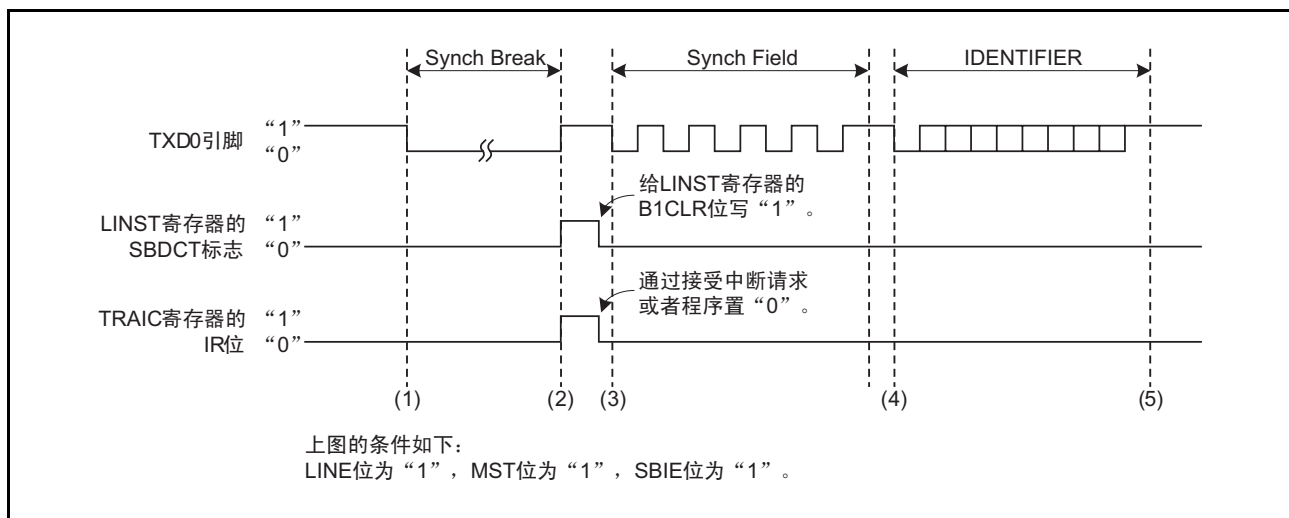
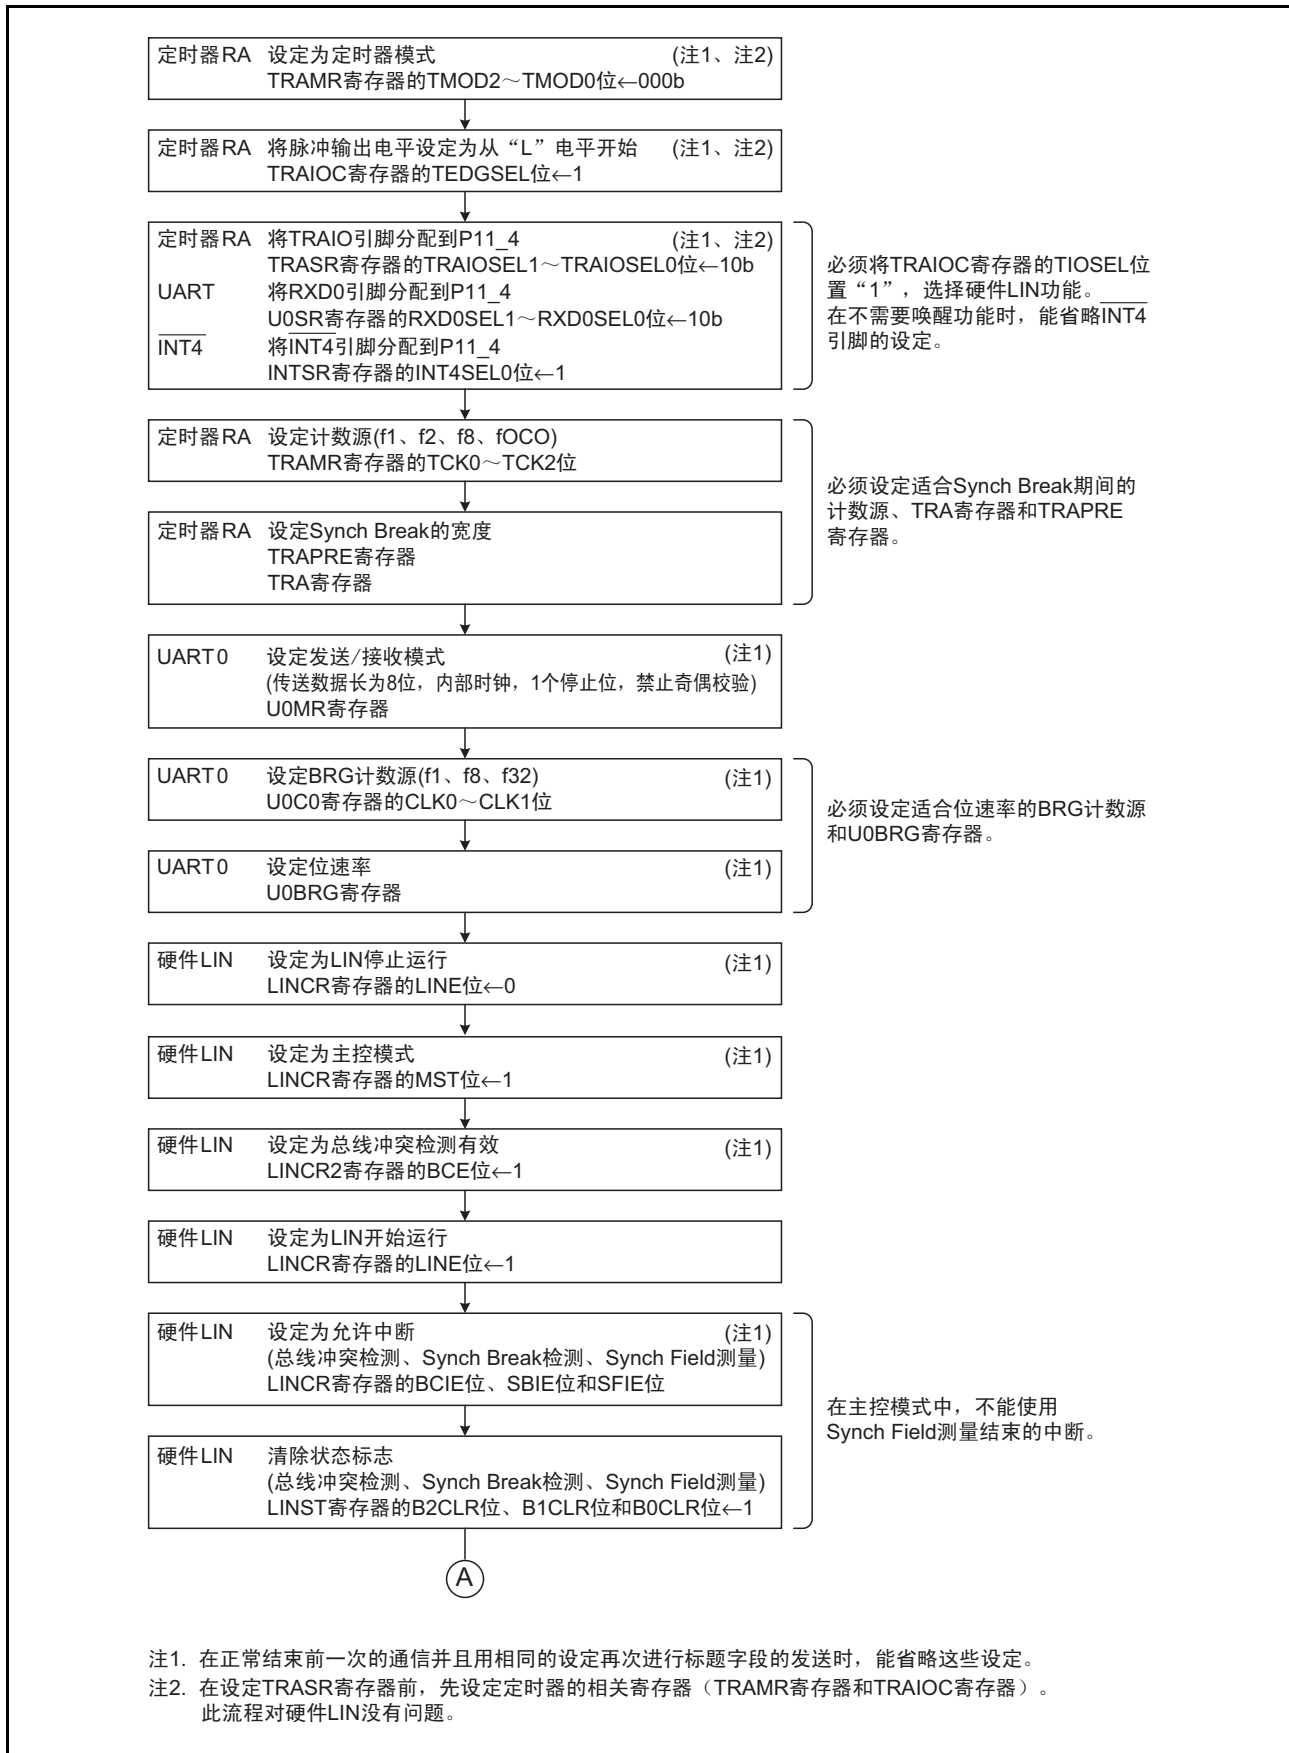
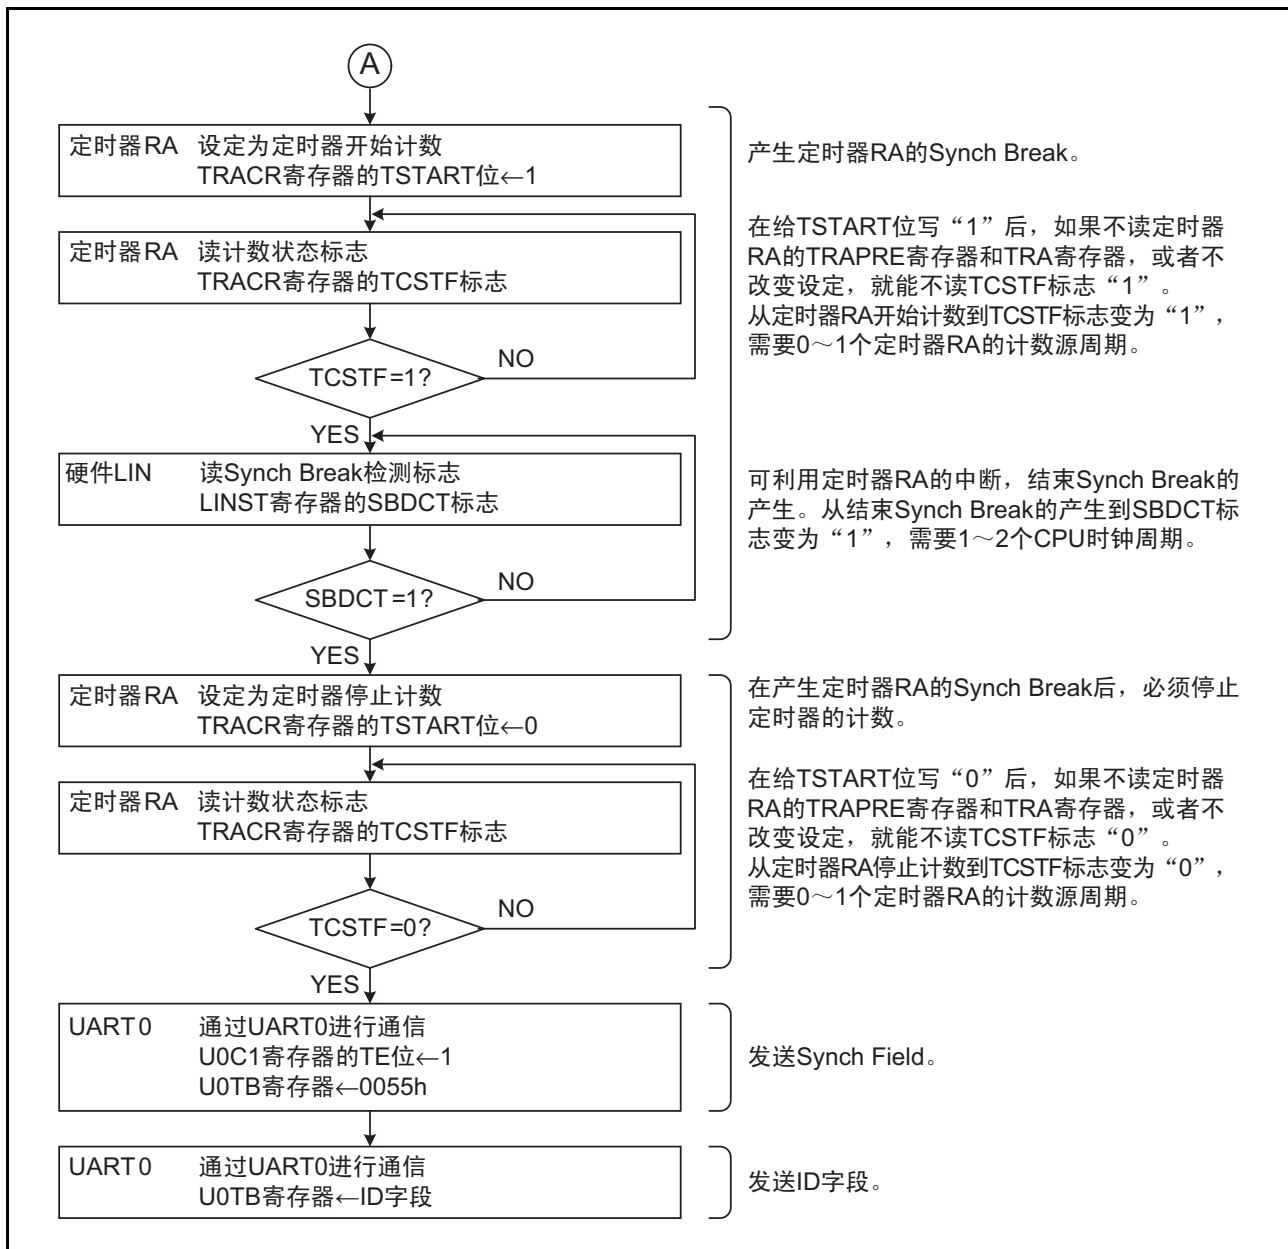
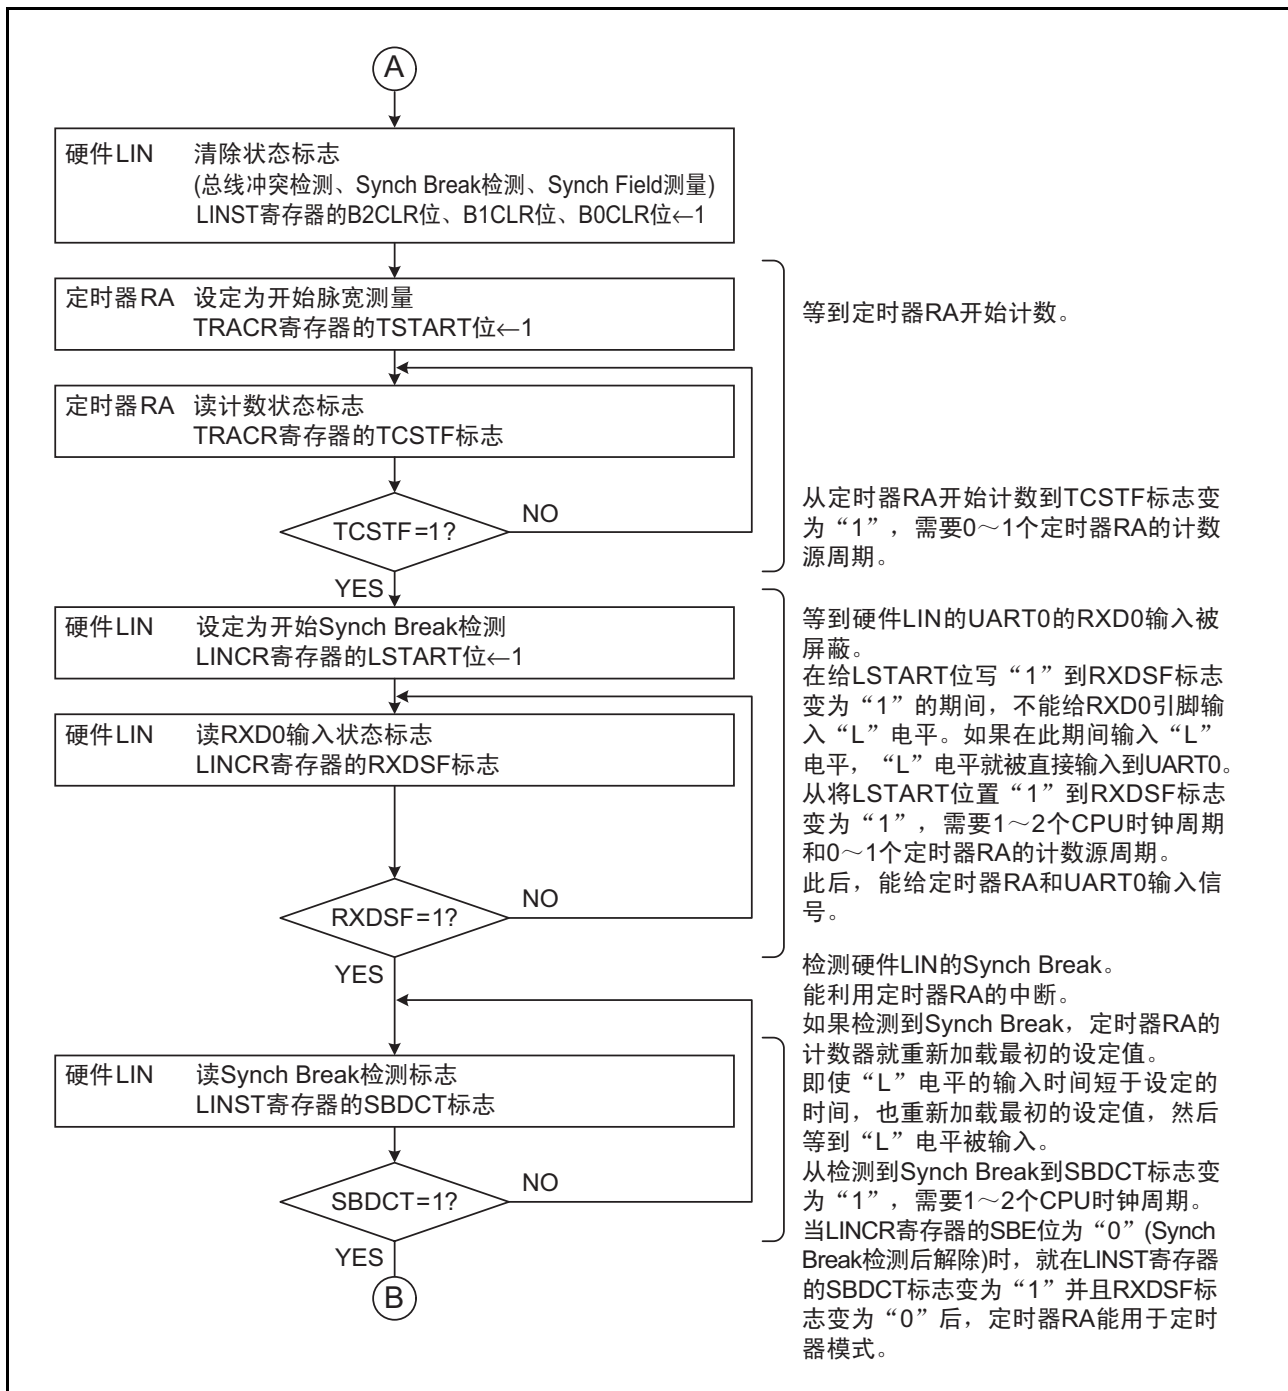

图 29.2 标题字段的发送运行例子
图 29.3 标题字段的发送流程图例子 (1)
图 29.4 标题字段的发送流程图例子 (2)
图 29.7 标题字段的接收流程图例子 (2)
注 3. 在将 LINE 位置“1” (LIN 开始运行) 后，立即禁止对定时器 RA 和 UART0 的输入 (请参照“图 29.3 标题字段的发送流程图例子 (1)”和“图 29.7 标题字段的接收流程图例子 (2)”)。
在主控模式中，标题字段的发送运行例子和发送流程图例子分别如图 29.2 和图 29.3 ~图 29.4 所示。